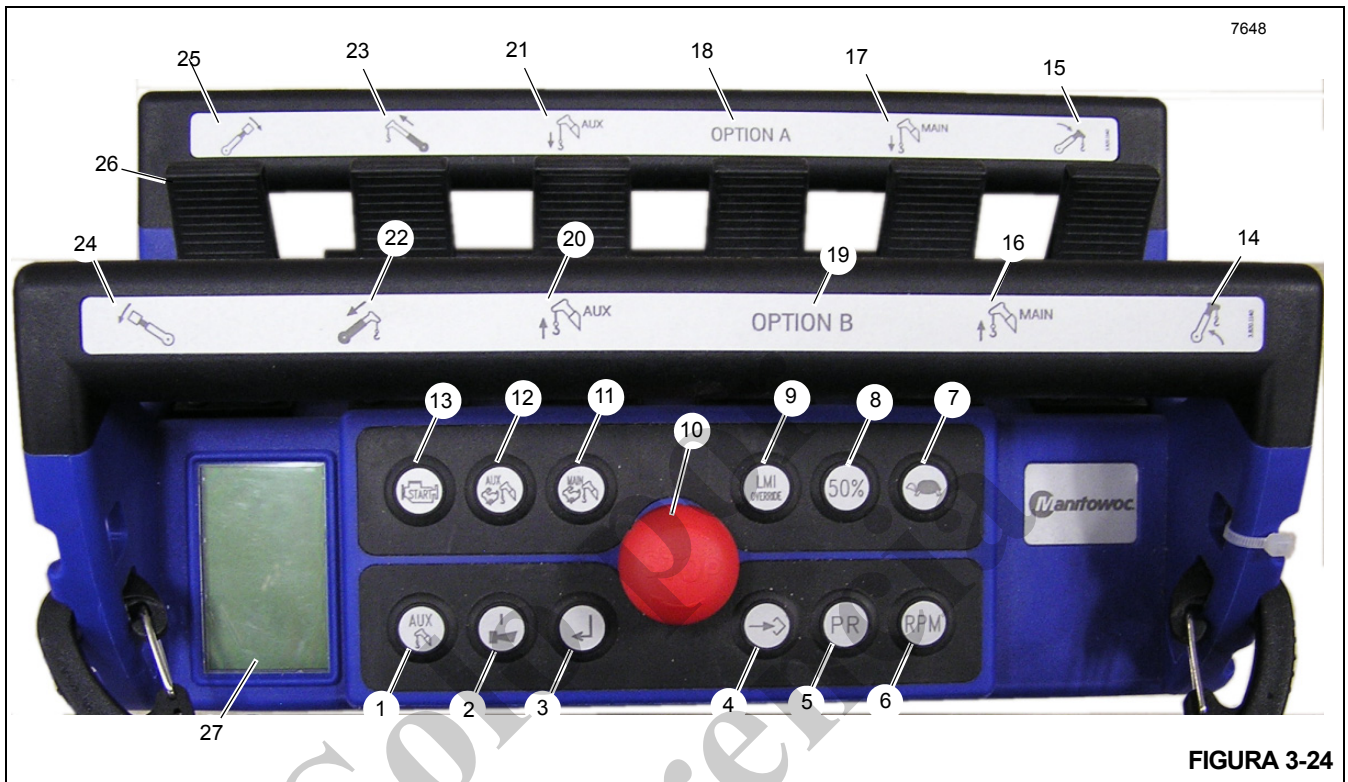
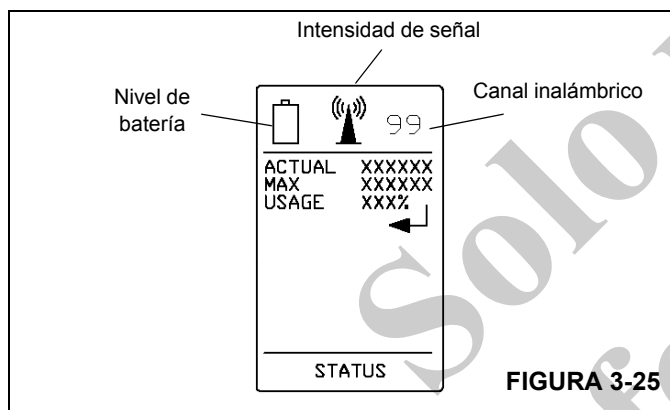

FIGURA 3-24
FIGURA 3-25
El control remoto de la grúa opcional (Figura 3-24) permitirá el control remoto completo de la grúa. El control remoto estándar se inhabilita cuando se utiliza el control remoto opcional de la grúa.
La pantalla LCD (27, Figura 3-24 y Figura 3-25) se usa para comunicar la intensidad de la señal, el nivel de carga de la batería, el canal inalámbrico, el estado del control remoto y la configuración de la máquina basado en los botones que están pulsados. También se visualiza la información del RCL al operador y se puede conmutar presionando el interruptor de pantalla RCL de la grúa (3). La siguiente información del RCL está disponible para el operador en la pantalla LCD:
Para usar este control remoto, el botón rojo de PARADA (10, Figura 3-24) debe activarse para encender el transmisor. Para controlar la grúa, se debe presionar el botón de encendido/bocina (2) para activar el control remoto. La bocina de la grúa sonará como confirmación de que el control remoto ahora está activo. La grúa ahora se puede arrancar presionando sin soltar el botón de arranque del motor (13). El control remoto ahora se puede usar para controlar la grúa. Para activar una función, mueva la palanca de control (26) que corresponde al movimiento deseado.
1. Para usar este control remoto, el botón rojo de PARADA (10, Figura 3-24) debe activarse para encender el transmisor.
2. Presione el botón de ENCENDIDO/Bocina (2) para activar el control remoto. La bocina de la grúa sonará como confirmación de que el control remoto ahora está activo.
3. Presione y mantenga presionado el botón de Arranque del motor (13) para arrancar la grúa. El control remoto ahora se puede usar para controlar la grúa.
4. Mueva la palanca de control (26) que corresponde al movimiento deseado para activar la función deseada.
5. Presione el botón de PARADA rojo (10) al terminar con el control remoto. Esto apagará la grúa.